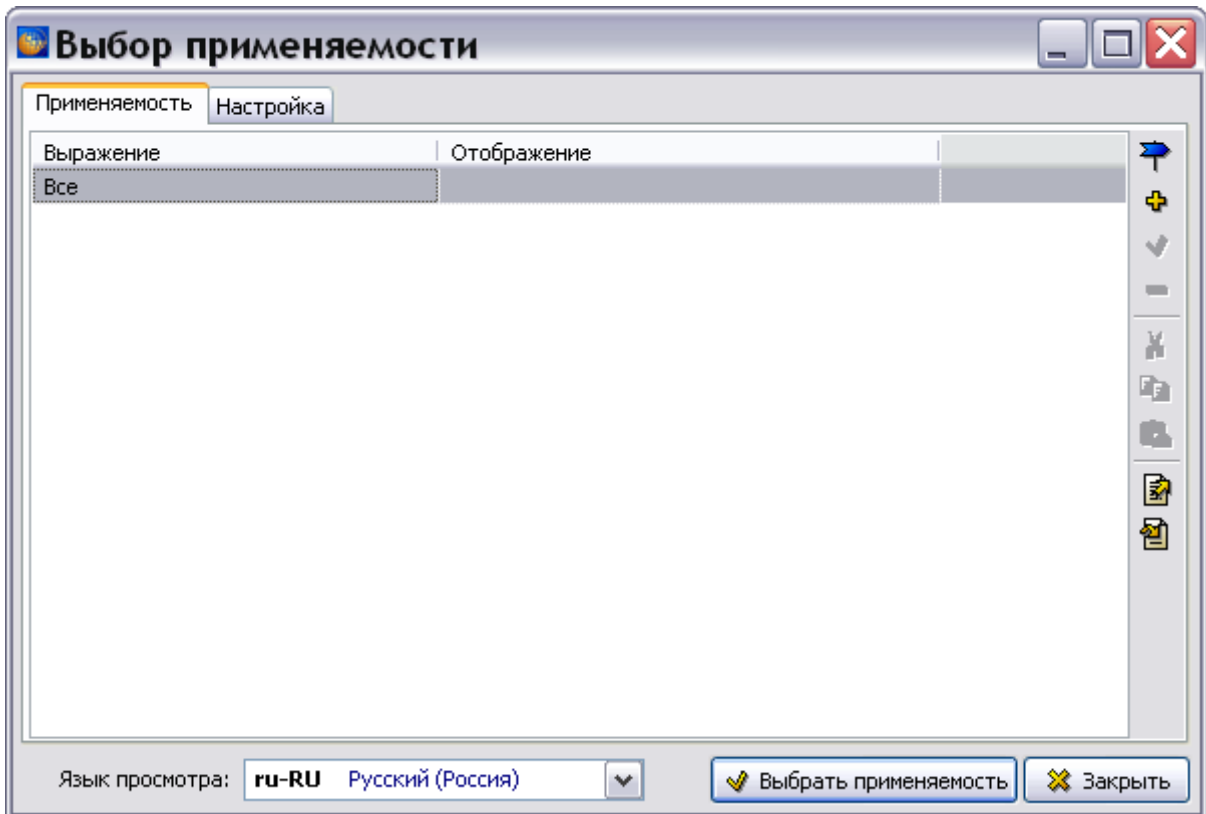

Рисунок 673
- 1) Нажмите на кнопку **Редактировать применяемость**  в правой части поля **Условия поставки**. После этого появится окно **Выбор применяемости** (рисунок 673).